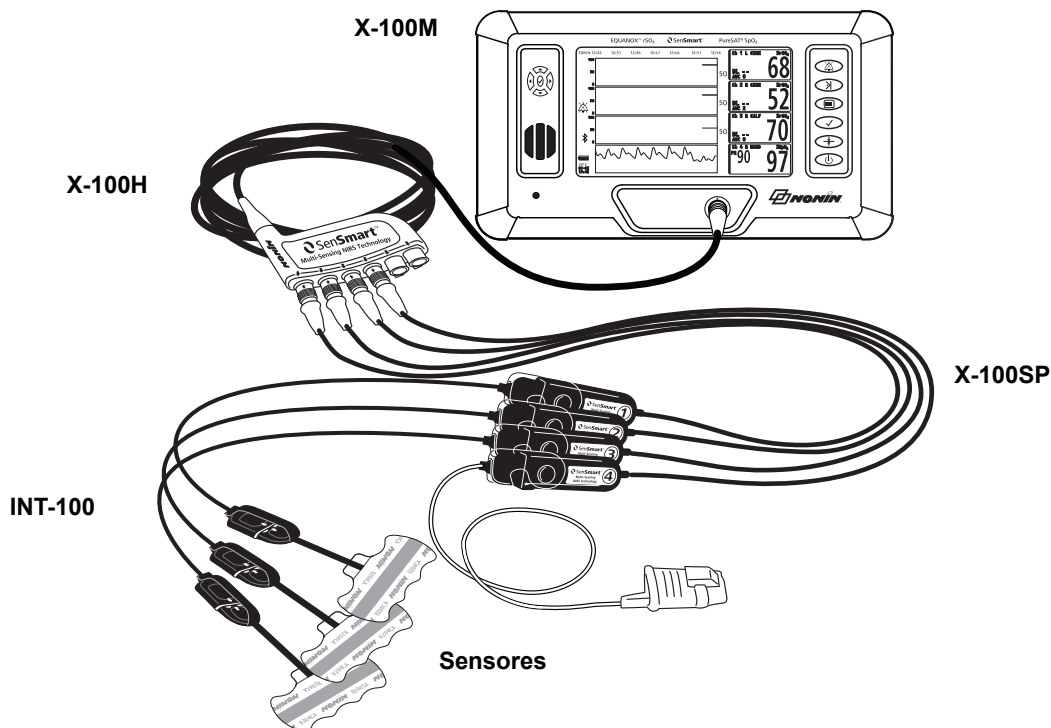

Figura 2: Configuração do sistema (Sensores ≥ 40 kg, INT-100, 4 canais ligados)
- O exemplo na figura 2 mostra uma configuração de sistema utilizando sensores regionais para doentes com peso ≥ 40 kg. O sensor 8204CA liga-se ao processador de sinais X-100SP através do cabo intermédio INT-100. O sensor de oximetria de pulso 8100S(X) liga-se directamente ao processador de sinais.